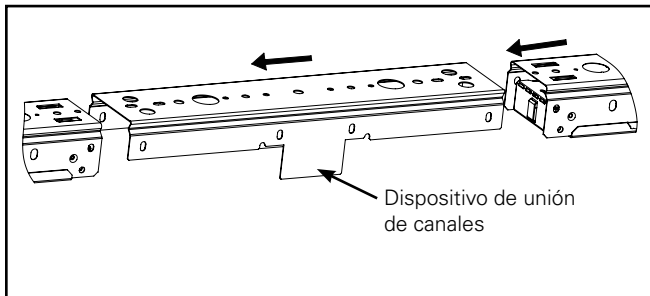

Figura 35.
1. Gire la placa de extremo superior, doble la brida como se muestra en la figura y vuelva a girar a su posición original en el conjunto del canal. (Figura 35.)